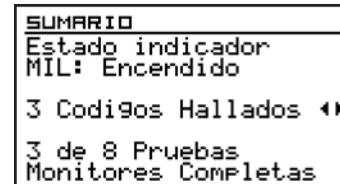
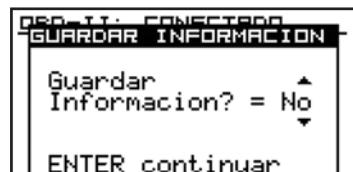
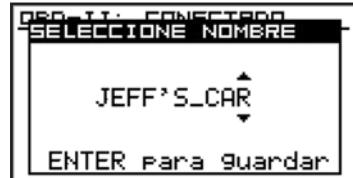

Fig.30
Fig.31
Fig.32
- Tras un análisis exitoso, le preguntará si desea guardar la información obtenida (Fig.31), seguido de un resumen (Fig.30).
Después de un análisis completo de su vehículo, la información obtenida y la configuración del vehículo pueden ser guardadas para su uso posterior (Fig.31). Asignele un nombre que le permita identificar esta información cuando la necesite en el futuro (Fig.32). Usted podrá escoger un nombre que tenga un máximo de 10 caracteres. Para acceder a la información guardada consulte la sección "Ver información OBD-II" en este manual.
1. La pantalla de Resumen de Información (Fig.31) muestra si el indicador luminoso está encendido, el número de códigos de falla detectados y el estado de pruebas de monitores.